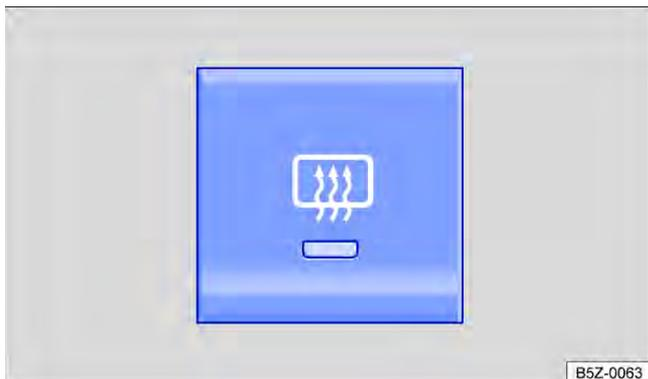

Fig. 89 No console central: botão do desembaçador do vidro traseiro.
- Pressionar o botão → Fig. 89 para ligar o desembaçador do vidro traseiro.